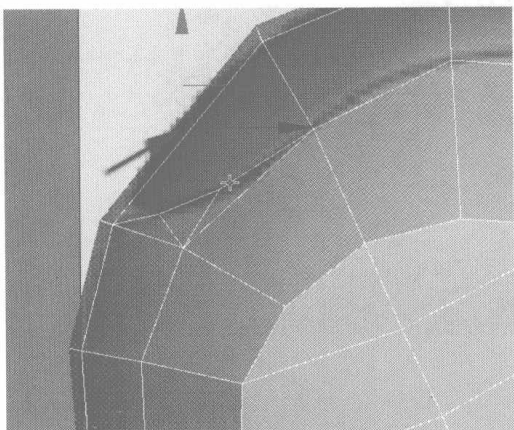
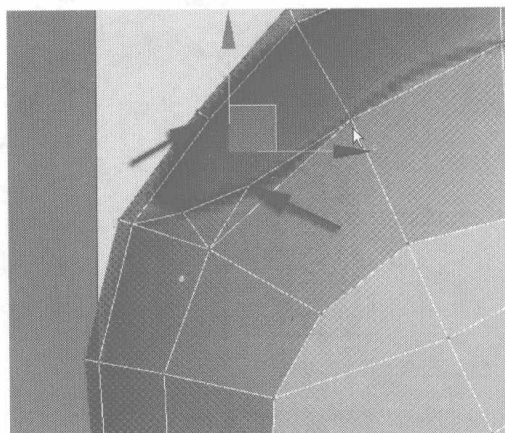

图 3.33
图 3.34
- 04** 在如图 3.33 所示的位置添加一条细分线，将模式切换为节点编辑，选择如图 3.34 所示的两个节点，在 Edit Vertices 卷展栏中单击 **Connect** 按钮，为两点之间添加一条曲线。